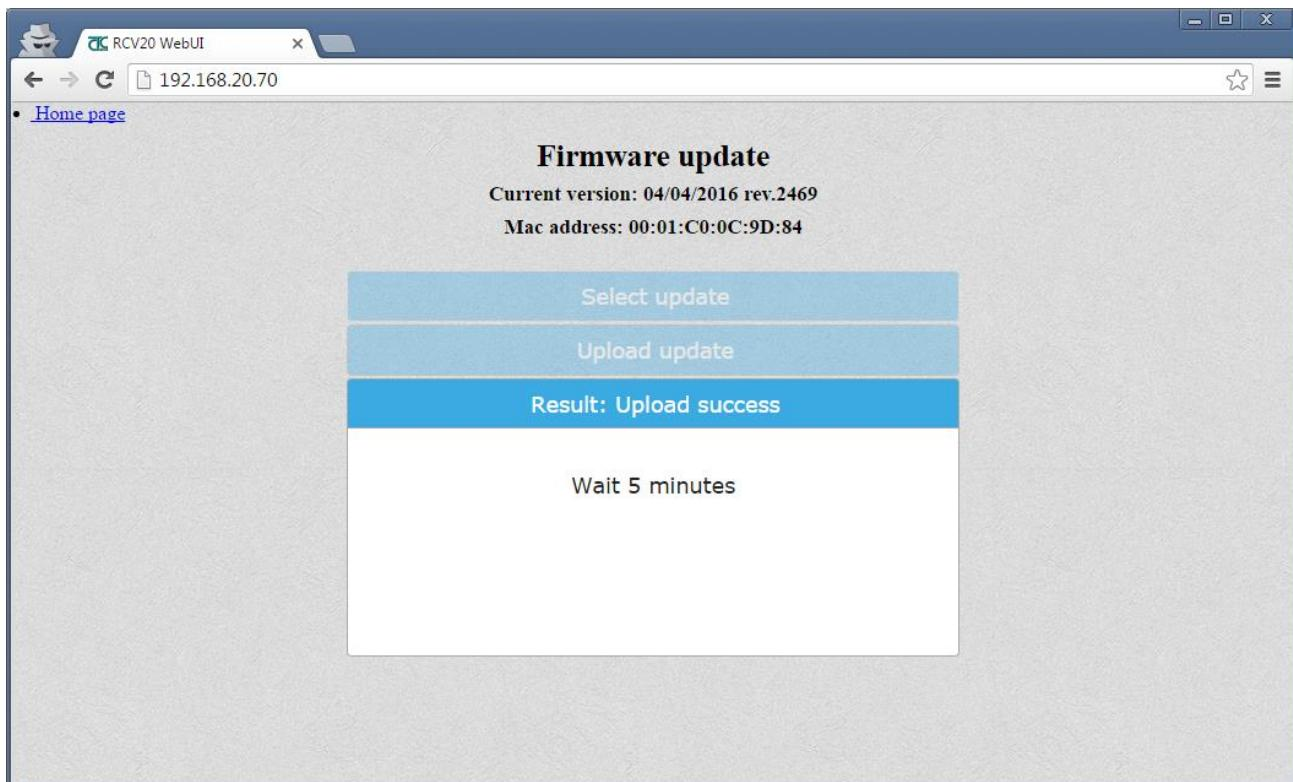

Рисунок 8.31 – Окно «Firmware Update» – файл обновления загружен
8.10.4.7 По окончанию загрузки файла обновления на устройство, будет отображаться сообщение «Wait 5 minutes» - см. рис. 8.31.